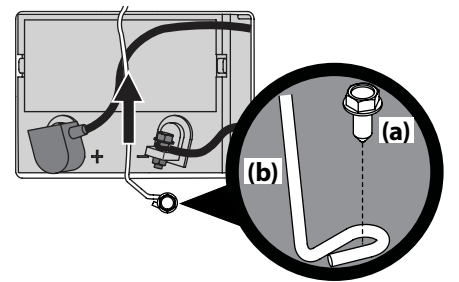

Figura 4-6
- Extraiga el tornillo de cabeza hexagonal con arandela (a) que sujeta el soporte de sujeción de la batería al marco (b). Luego levante el soporte de sujeción (b) de la batería para liberar la batería. Consulte la Figura 4-6.